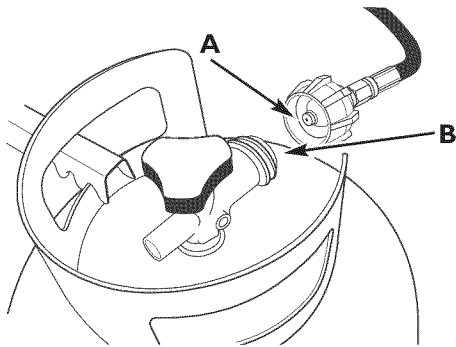

Figure 9 - Alignement approprié du dispositif de raccordement
7. Insérez la buse du dispositif de raccordement gauche (en faisant face à la génératrice et aux réservoirs de combustible PL) dans la sortie de la soupape d'arrêt du réservoir gauche de combustible PL (voir Figure 9). Assurez-vous que la buse est entièrement insérée.
2. Déconnectez le boyau d'alimentation du réservoir PL en tournant à la main le grand écrou de raccordement dans le sens ANTIHORAIRE (voir Figure 9).